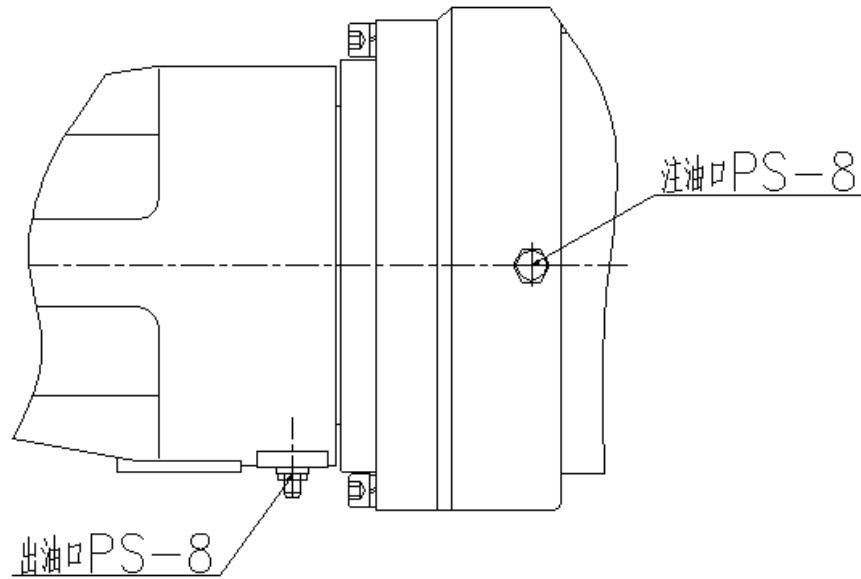

图 14 J4 轴减速机局部结构
#### (1) 油脂补充步骤（参考 图 14 J3 轴减速机局部结构）
- ④ 安装排油口堵塞前，运动 J3 轴几分钟，使多余的油脂从排油口排出；
- ⑤ 用布擦净从排油口排出的多余的油脂，在排油口安装堵塞。堵塞的螺纹处要缠生胶带并用扳手拧紧。
(2) 油脂更换步骤（参考 图 14 J3 轴减速机局部结构）